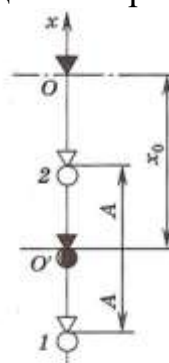

Рис. 2
5. Установите на краю, горизонтальной части лотка второй шар и осуществите запуск первого шара таким же образом, как в первом опыте. По отметкам на листе белой бумаги найдите дальности полётов шаров в горизонтальном направлении после их столкновения (рис. 2). Опыт повторите три раза, запишите результаты и найдите средние значения дальности полета первого шара  $l_1'$ (таблица 2) и дальности полета второго шара  $l_2'$ (таблица 3).
Динамометр укреплен вертикально в лапке штатива. На штатив помещают кусочек мягкой ткани или войлока. При подвешивании к динамометру грузов растяжение пружины динамометра определяется положением указателя. При этом максимальное удлинение (или статическое смещение) пружины  $x_0$  возникает тогда, когда сила упругости пружины с жесткостью  $k$  уравнивает силу тяжести груза массой  $m$ :  $kx_0 = mg$ , где  $g = 9,8 \text{ м/с}^2$  — ускорение свободного падения. Следовательно,  $x_0 = mg/k$ . Статическое смещение характеризует новое положение равновесия точку  $O'$  нижнего конца пружины (рис.2). Если вывести груз из положения равновесия и отпустить, то возникают периодические колебания груза. На груз действуют две силы: постоянная сила тяжести  $mg$  и переменная сила упругости  $kx$ . Полная механическая энергия груза в произвольной точке складывается из его потенциальной и кинетической энергии. Пренебрегая силами трения, используя закон сохранения полной механической энергии можно получить формулу для расчета максимальной скорости груза.